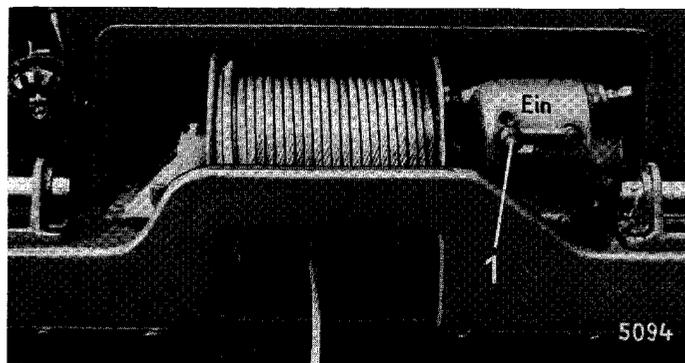

Abb. 7 Ansicht der Seilwinde
■ Der Hebel 1 (Abb. 7) wird in der ausgerückten Stellung belassen. Das Seil kann auf die nötige Länge ausgezogen werden, wobei die Trommel gebremst ist.
- Der Hebel 1 (Abb. 7) am Schneckengehäuse ist einzurücken, wodurch die Klauenkupplung eingeschaltet und die Bremse der Seiltrommel ausgeschaltet wird.